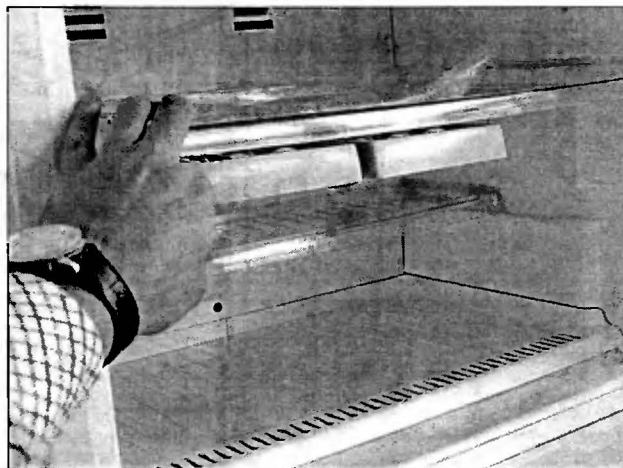

Рис. 8.4
- Извлекают полки, лотки для льда и другие внутренние комплектующие морозильного отделения (рис. 8.4).